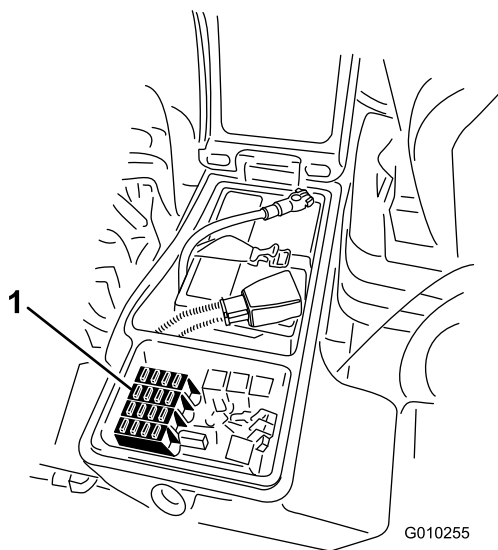
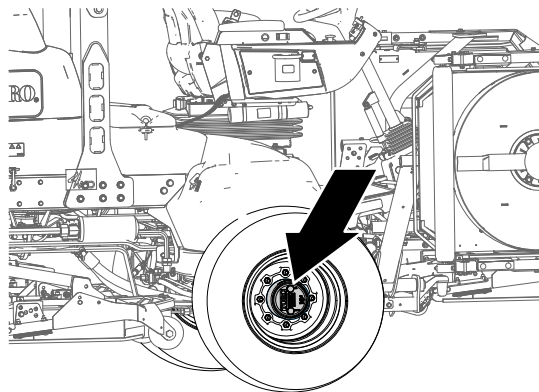

**Figure 100**
**Figure 101**
1. Ouvrez le verrou du couvercle du bac de rangement droit et soulevez le couvercle (Figure 100).
1. Ouvrez le verrou du couvercle du bac de rangement droit et soulevez le couvercle (Figure 100) pour exposer le porte-fusibles (Figure 101).
2. Remplacez le(s) fusible(s) dans les emplacements libres selon les besoins (Figure 101).
3. Refermez le couvercle du bac de rangement droit et fixez-le avec le verrou (Figure 100).